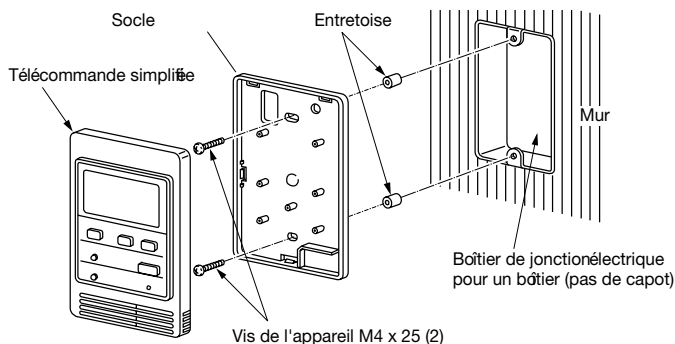

Fig. 3-51
- Pour encastrer la sonde de la télécommande dans un mur, utilisez un boîtier de jonction électrique (fourniture chantier) (fig. 3-51.)